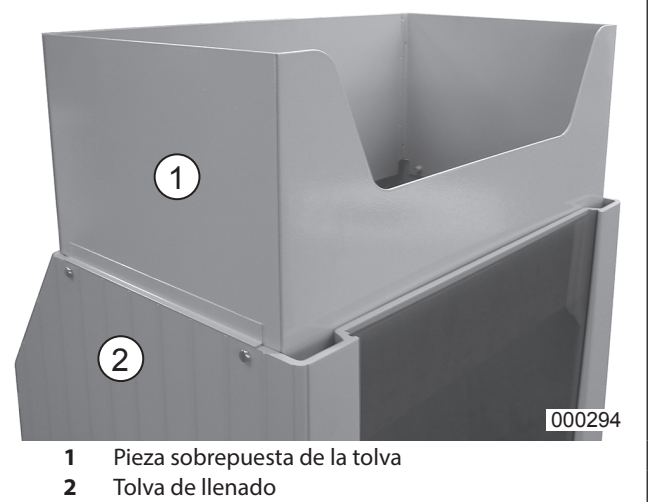

fig. 1 Montaje de la pieza sobrepuesta de la tolvas
2. Monte la pieza sobrepuesta de la tolva (fig. 1/1) (ver la siguiente descripción).
Retire la pieza sobrepuesta de la tolva (fig. 1/1) del armario inferior, colóquela, como se muestra, sobre la tolva de llenado (fig. 1/2) y fíjela con los cuatro tornillos adjuntos a la altura de la tolva de llenado.
Por motivos de seguridad en la manipulación, el aparato solamente se podrá hacer funcionar si la pieza sobrepuesta de la tolva está montada sobre la tolva de llenado (fig. 1).